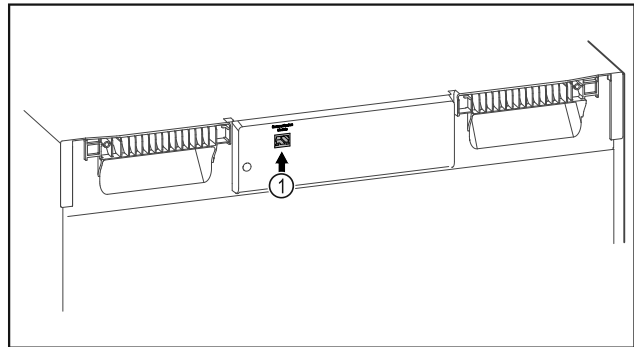

Fig. 82
- Използва се SmartModule Fig. 82 (1).